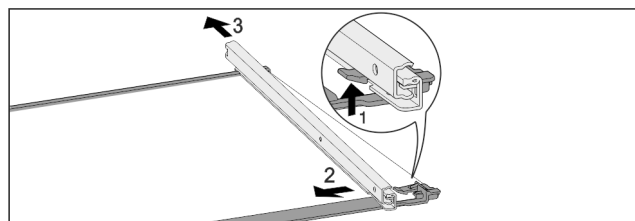

Fig. 122 Ripiano in vetro con guide
- Premere il gancio di fermo anteriore verso l'alto. Fig. 122 (1)
- Far scorrere la guida estraibile di lato Fig. 122 (2) e verso il lato posteriore Fig. 122 (3).